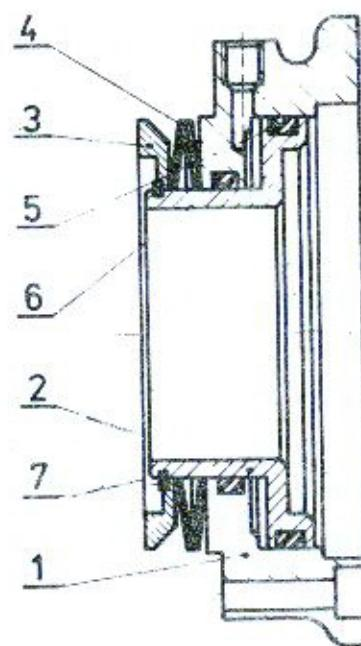

Рис. 30 Демонтаж поршневого узла
- в/ Демонтаж поршневого узла - рис.30
- проверить состояние уплотнительных колец "6" /90 x 80, ЧСН О2 9280.1/ и "5" /120 x 110, ЧСН О2 9280.1/ - рис.30.
a/ Монтаж поршневого узла - рис. 30